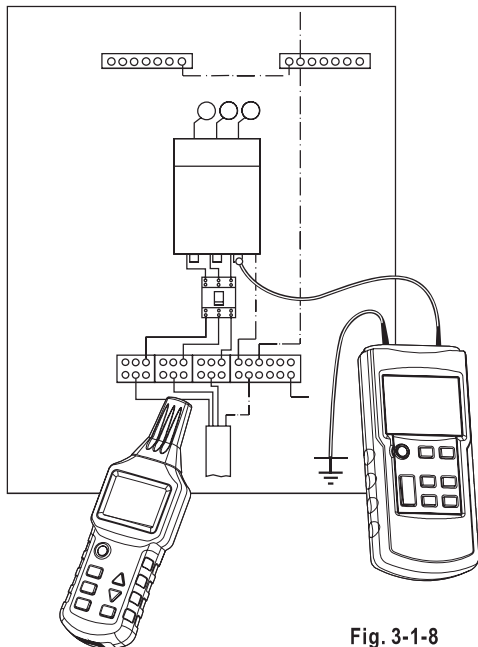

Fig. 3-1-8
- 3) Anslut sändaren på det sätt som visas i Fig.3-1-8.